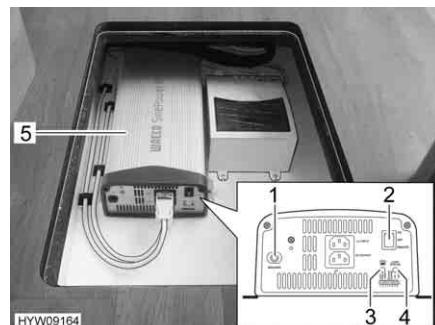

Fig. 106 Invertitore (rappresentazione di esempio)
- Posizionare l'interruttore principale (Fig. 106,2) su "ON". Il LED campo tensione di entrata (Fig. 106,3) si illumina di verde.
- Posizionare l'interruttore principale (Fig. 106,2) su "REMOTE". Il comando tramite interruttore di telecomando è abilitato.
- Posizionare l'interruttore principale (Fig. 106,2) su "OFF". Il LED campo tensione di entrata (Fig. 106,3) si spegne.